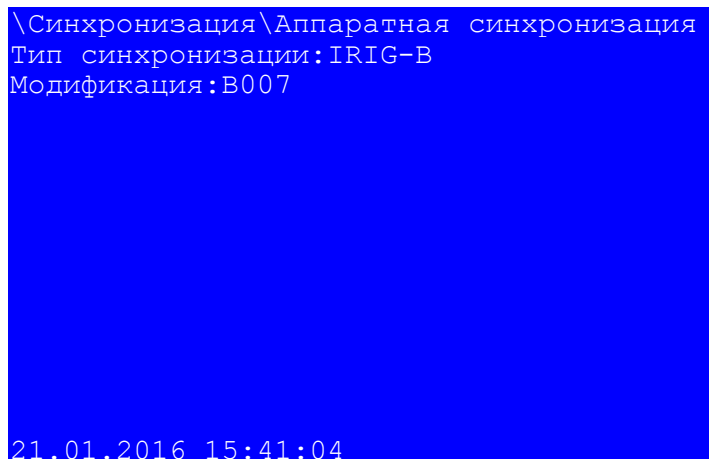

Рисунок 22 – Настройка синхронизации времени IRIG-B
8.2.2.1 Выбрать пункт меню **Параметры*** -> **Системные параметры** -> **Синхронизация** -> **Аппаратная синхронизация**. В открывшемся окне выбрать тип синхронизации IRIG-B (или отключить аппаратную синхронизацию терминала) нажатием кнопки «**Enter**» по циклическому принципу (см. рисунок 22).